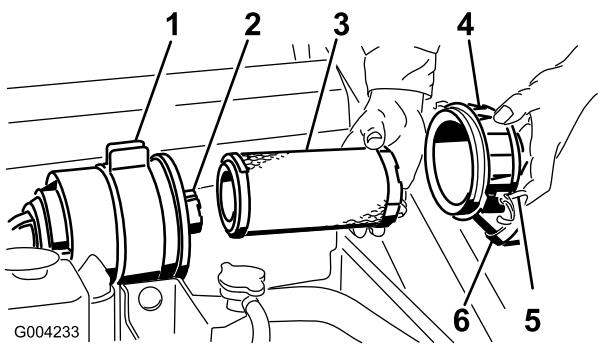

Figure 32
3. Ouvrez les dispositifs de verrouillage du filtre à air et enlevez le couvercle du corps du filtre (Figure 32).
6. Sortez l'élément principal du corps du filtre avec précaution (Figure 32). Évitez de cogner l'élément à l'intérieur du corps.
9. Si vous remplacez l'élément filtrant de sécurité, insérez-le avec précaution dans le corps du filtre (Figure 32).
10. Placez ensuite l'élément principal sur l'élément de sécurité avec le même soin (Figure 32). Assurez-vous qu'il est bien engagé en appuyant sur le rebord extérieur.
11. Reposez le couvercle du filtre à air, le côté portant l'inscription "UP" en haut, et fermez les dispositifs de verrouillage (Figure 32).